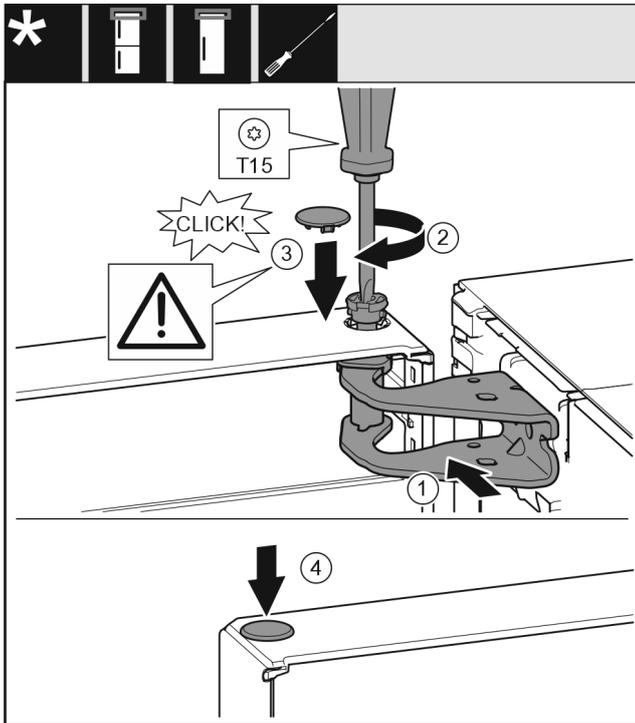

Fig. 21
- ▶ Выровняйте дверь вверху по отверстию в опорном кронштейне. Fig. 21 (1)
- ▶ Вставьте палец Fig. 21 (2) и затяните отверткой.
- ▶ Установите предохранительную крышку Fig. 21 (3) для защиты двери: вставьте предохранительную крышку и проверьте, прилегает ли она к двери. В ином случае вставьте палец полностью.
- ▶ Вставьте заглушку Fig. 21 (4).